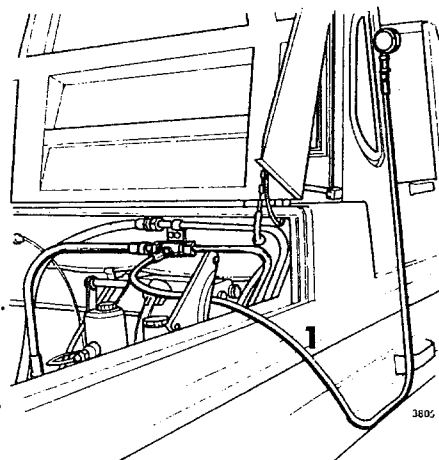

Fig 14-33. Anslutning av manometer med slang, mekanisk styrning (BV 202N)
2. Anslut den i hydraulprovningssatsen ingående manometern vid förskruvningen på torpeden, se fig 14-33. Använd endera nippeln eller slangen som anslutningsdon. Glöm inte tätningsbrickorna.